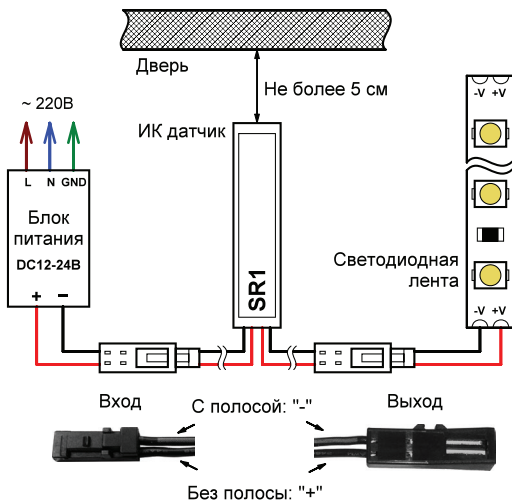

Рис.1. Схема подключения.
- 3.3. Подключите светодиодную ленту к выходу датчика (Рис.1). Соблюдайте полярность.